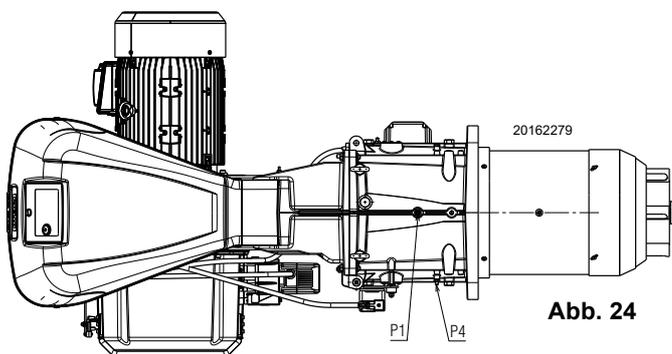

Abb. 24
Gasdruck, gemessen am Anschluss P1)(Abb. 24) unter folgenden Bedingungen:
- vom Gasdruck am Anschluss P1) (Abb. 24) den in der Brennkammer vorhandenen Druck abziehen.
Gasdruck an der Entnahmestelle P1) (Abb. 24) = 27.6 mbar
Um hingegen den am Anschluss P1)(Abb. 24) erforderlichen Gasdruck zu ermitteln, nachdem die MAX. Leistung festgelegt wurde, bei der der Brenner arbeiten soll:
- Rechts, in Spalte 1, den Druck am Anschluss P1)(Abb. 24) ablesen.
Erforderlicher Druck am Abnahmeanschluss P1)(Abb. 24).